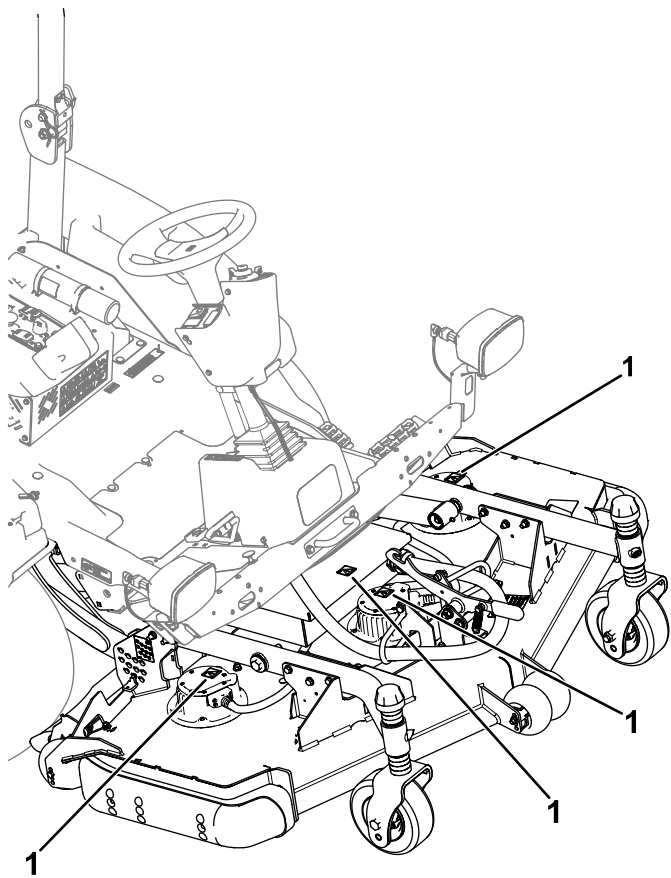

Figure 40
- Moteurs d'unité de coupe (Figure 40)
- Couvercle du contrôleur de l'unité de coupe (Figure 40)